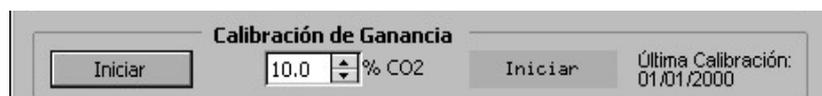

Figura 14-13 - Calibración de Ganancia, Iniciar
- 4 Aparece el menú **“Calibración/Compensación”**, gire el mando de control y en el área **“Calibración de Ganancia”** ajuste la concentración de CO2 del gas de calibración que va a utilizar (ver figura 14.13).